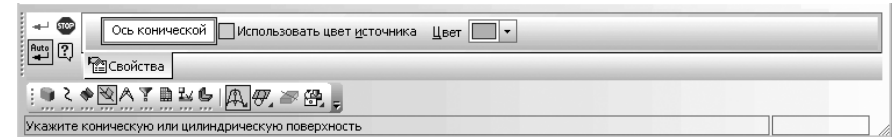

Рис. 2.91. Фрагмент главного окна системы: **Панель свойств: Ось конической поверхности, Компактная панель и Строка сообщений**
- переместите указатель мыши на кнопку – **Ось конической поверхности** и отпустите левую кнопку. Появится **Панель свойств: Ось конической поверхности** (рис. 2.91).